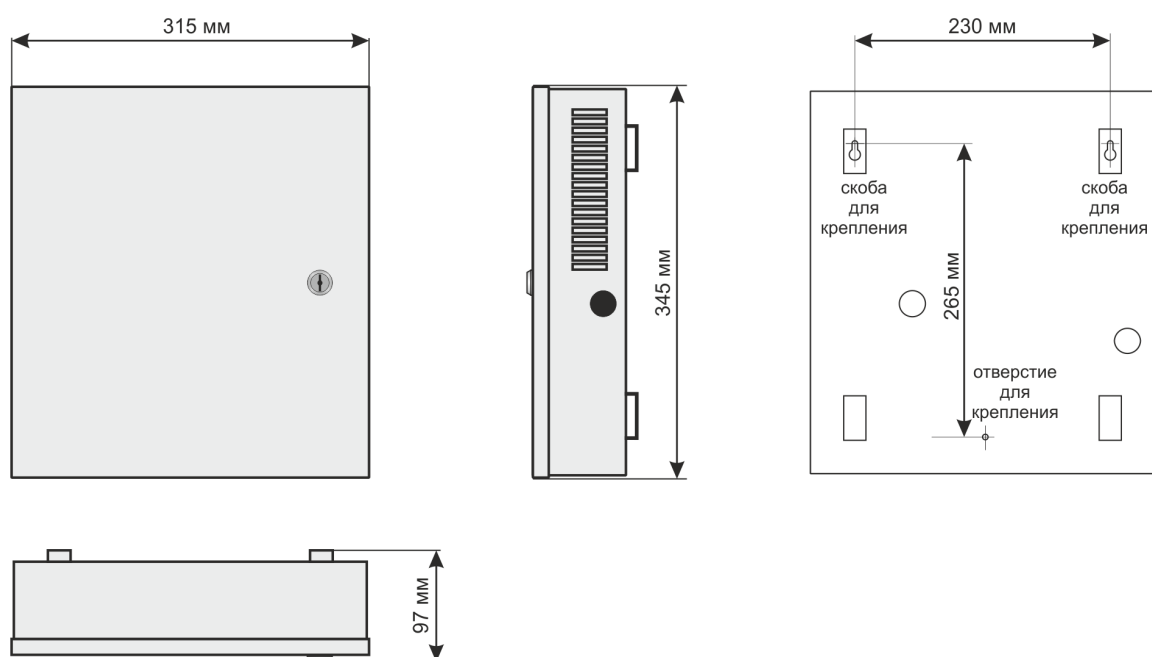

Рисунок 1
СФ-2001.24 поставляется в металлическом корпусе (рис. 1). Корпус имеет внешнюю дверцу, которая оборудована замком. На торцах корпуса расположены вентиляционные отверстия прямоугольной формы. На задней стороне корпуса расположены 4 скобы, 2
- В соответствии с шаблоном на рис.1 установите системный блок на стене. Проводку кабеля удобно осуществлять с задней стороны корпуса. Для этого между корпусом и стеной имеется зазор 10 мм. Так же возможна подводка кабеля с торцов корпуса, при этом необходимо удалить пластмассовые заглушки.